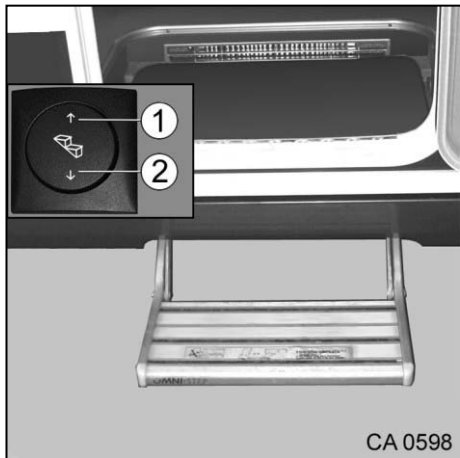

Fig. 8 Marche-pied à une marche
Un signal sonore est audible et le marche-pied peut être rentré en appuyant sur l'interrupteur « Rentrer marche-pied » (Fig. 8/1).
L'interrupteur (Fig. 8/1) se trouve sur la crédence du côté gauche du véhicule.
1. Appuyer sur l'interrupteur à bascule (Fig. 8/2) et le marche-pied sort complètement.
1. Appuyer sur l'interrupteur à bascule (Fig. 8/1) et le marche-pied rentre complètement.